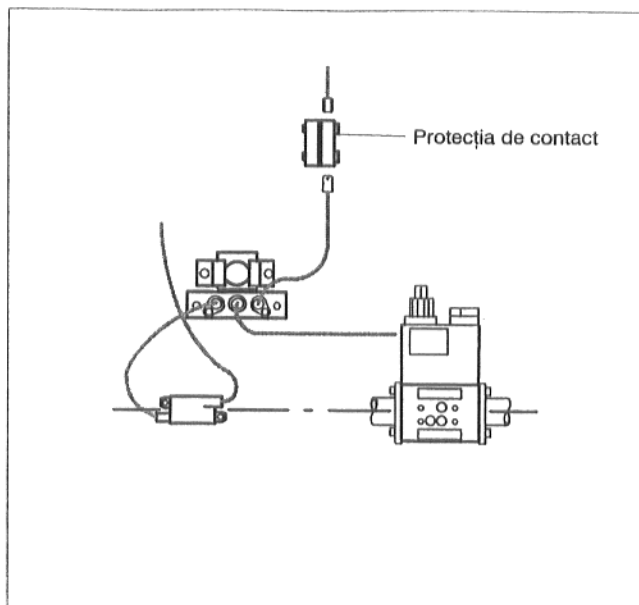

Fig. 7
- Protecția de contact se va îndepărta de la cablul de supraveghere (Fig. 7) iar legătura cu fișe se va desface.